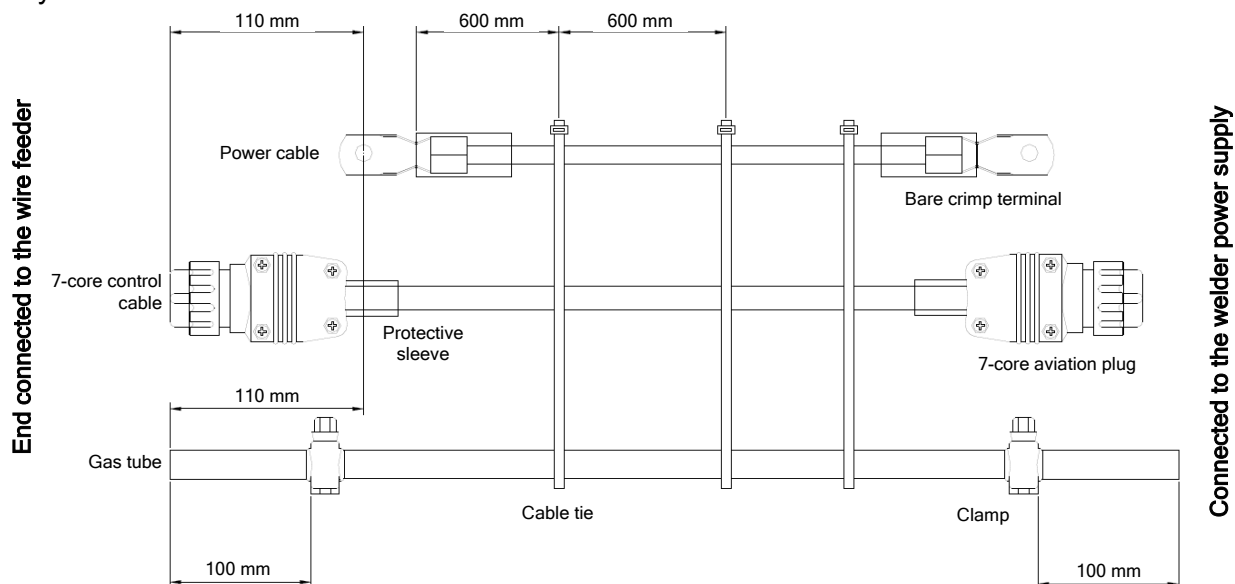

Рис. 2-2 Принципиальная схема обвязки кабелей и шлангов
6. Используйте кабельные стяжки, чтобы связать кабели и трубки вместе через каждые 600 мм. В конце, подключенный к механизму подачи проволоки, кабель управления 7-ми жильный должен быть на 110 мм длиннее, чем кабель питания и газовый шланг должен быть на 110 мм длиннее, чем кабель питания. В конце соединенные с аппаратом, избыточные длины кабеля управления и газовой трубки не укорачиваются. Рисунок 2-2 показывает способ связки кабелей и шлангов.